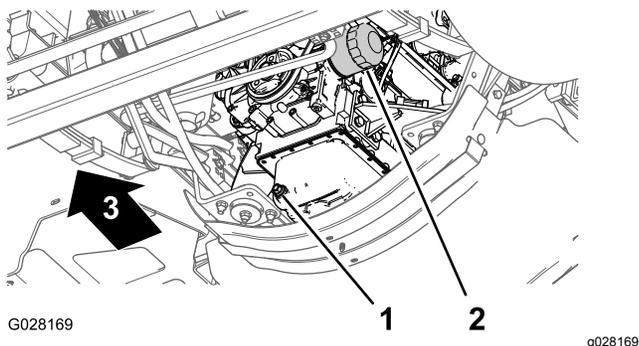

Figura 71
3. Allineate una bacinella di spurgo sotto il filtro dell'olio motore (Figura 71).
4. Togliete il vecchio filtro dell'olio (Figura 71).
8. Installate il filtro dell'olio sul relativo adattatore, girate il filtro dell'olio in senso orario fino a quando la guarnizione in gomma non è a contatto con l'adattatore del filtro, poi serrate il filtro di un altro 1/2 giro (Figura 71).
1. Allineate una bacinella di spurgo sotto il tappo di spurgo (Figura 71).
2. Togliete il tappo di spurgo (Figura 71) per lasciare defluire completamente l'olio.